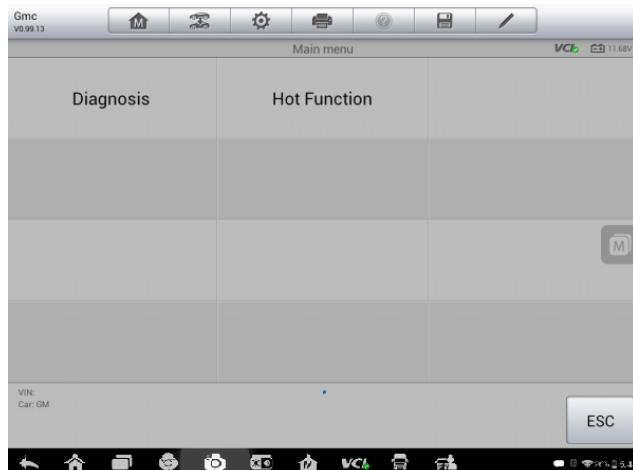

Figura 4-3 Ejemplo de Pantalla de Menú Diagnósticos de Vehículo
5. Toque **Hecho**. El vehículo será identificado en unos pocos segundos, y una vez que el emparejamiento sea exitoso, el sistema lo guiará a la pantalla de Diagnósticos CV directamente. (Figura 4-3)
La pantalla de **Diagnóstico CV** (*Figura 4-3*) tiene tres opciones principales: